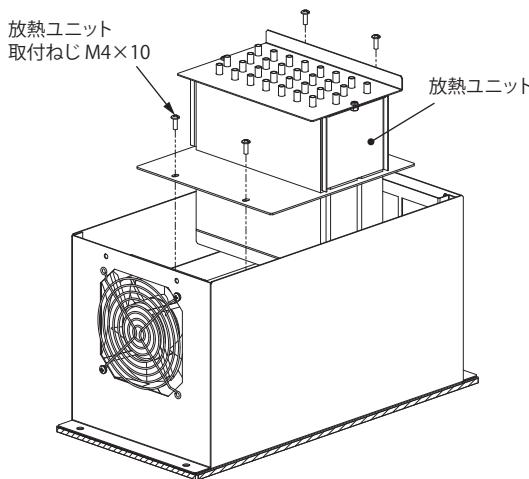

図 8
2. 放熱ユニット取付ねじ M4×10(4か所)を外してください。(図 8)
3. 放熱ユニットを上に引き上げ取り外してください。(図 8)